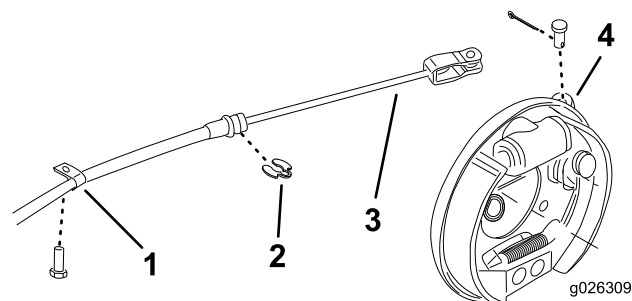

Figura 2
2. Rimuovete le coppiglie e i perni con testa che fissano i cavi del freno di stazionamento alle leve dei freni delle ruote posteriori (Figura 2).
3. Rimuovete le fascette fermacavi a R e i fermagli a C che fissano i cavi del freno al telaio (Figura 2).